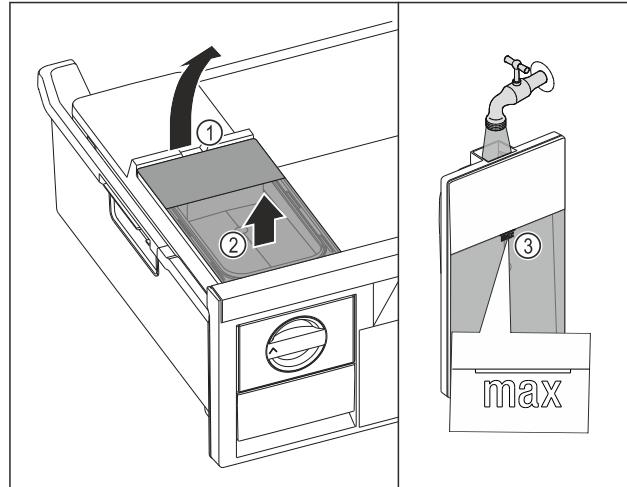

Fig. 76
- Повдигнете резервоара за вода при прореза Fig. 76 (1).
- Извадете резервоара за вода нагоре. Fig. 76 (2)
- Напълнете резервоара за вода до маркировката Fig. 76 (3) с питейна вода.